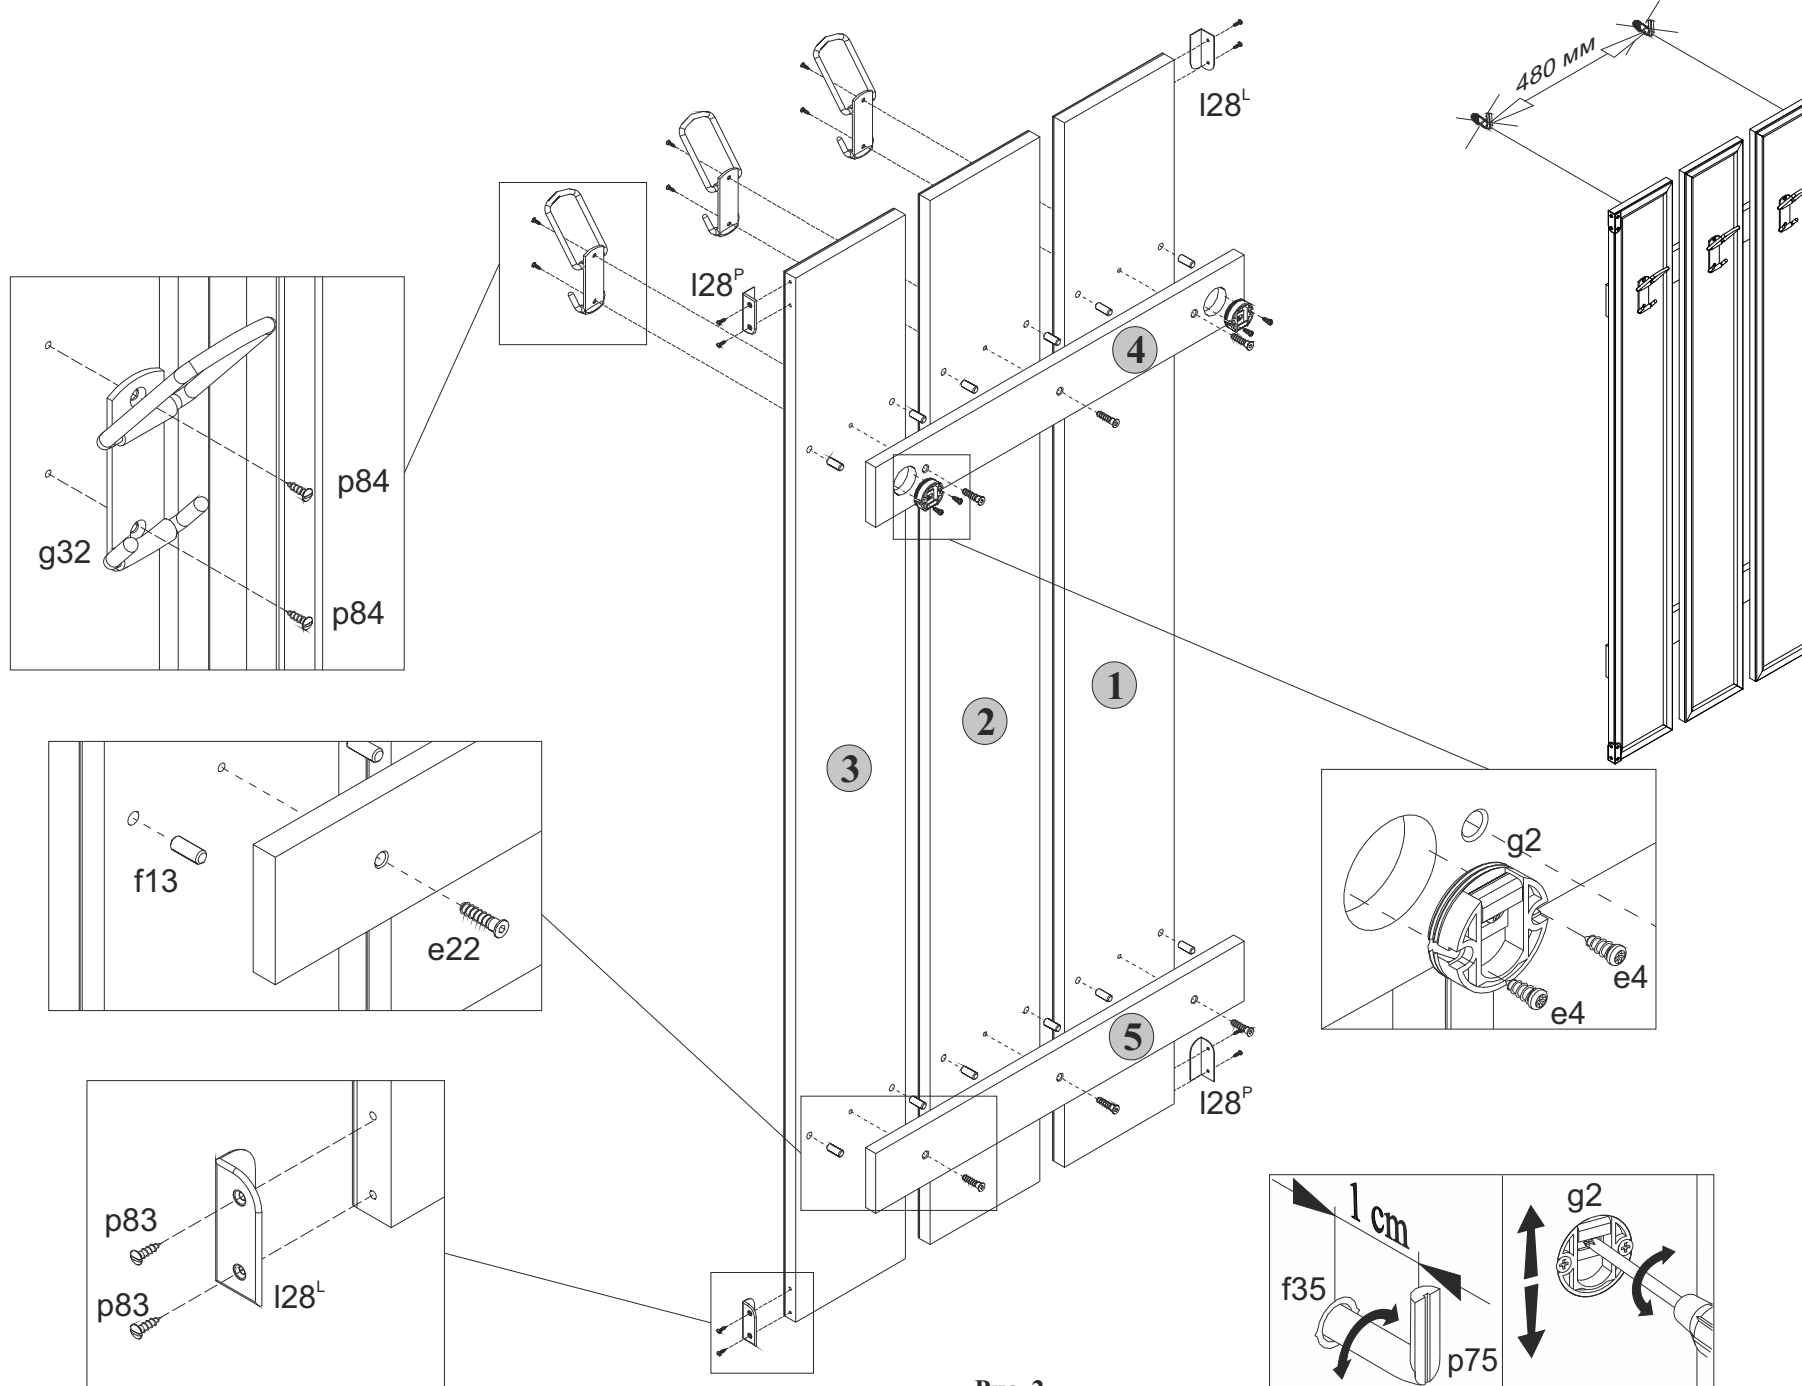

Рис. 2
5.3 В отверстия диаметром **35 мм** на тыльной поверхности планки цокольной **4** вставить петли для навешивания **g2** и закрепить их еврошурупам **e4**, пользуясь крестообразной отверткой, как показано на **рисунке 2**. (см.рис. 2).
5.8 **ВНИМАНИЕ!** В комплекте фурнитуры имеются дюбеля **f35** с крючками **p75** для навешивания вешалки на стену. Для этого необходимо в месте навешивания вешалки разметить и просверлить с помощью электродрели отверстия диаметром **10 мм** в стене напротив петлю для навешивания, соблюдая расстояния, указанные на **рисунке 2**, забить с помощью молотка дюбеля **f35** в отверстия в стене, завернуть крючки **p75** в дюбеля **f35**, навесить вешалку на крючки **p75**. При необходимости отрегулировать положение вешалки вращая регулировочные винты на петлях **g2** (см.рис.2). **Во избежание травматизма при проведении операции сверления будьте внимательны и осторожны.**